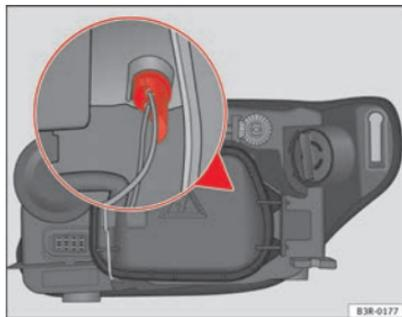

Abb. 223 Glühlampe des Standlichts
- Den Lampenträger durch Ziehen am Halter herausnehmen ⇒ Abb. 223 (kann auch durch Ziehen an den Leitungen des Lampenträgers herausgenommen werden).